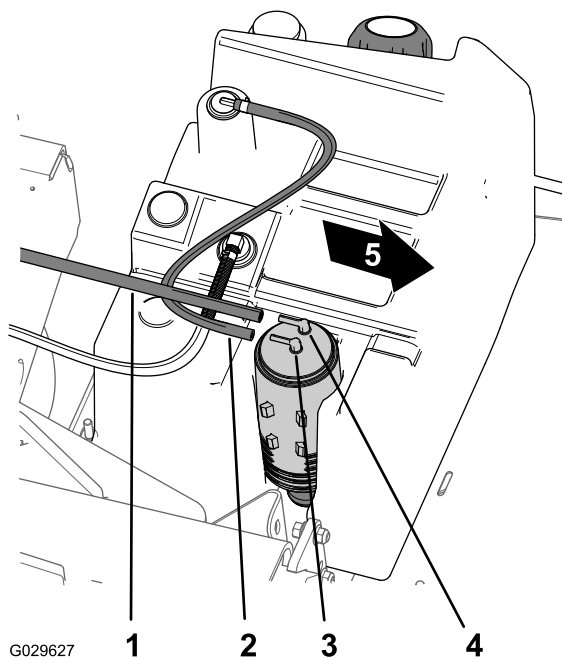

Figure 46
2. Débranchez le flexible du réservoir de carburant du raccord marqué « Fuel Tank » sur la cartouche de charbon actif (Figure 46).
1. Débranchez le flexible de dépression du raccord marqué « Purge » sur la cartouche de charbon actif (Figure 46).
8. Branchez le flexible de dépression au raccord marqué « Purge » de la cartouche de charbon et le flexible du réservoir de carburant au raccord marqué « Fuel Tank » (Figure 46).